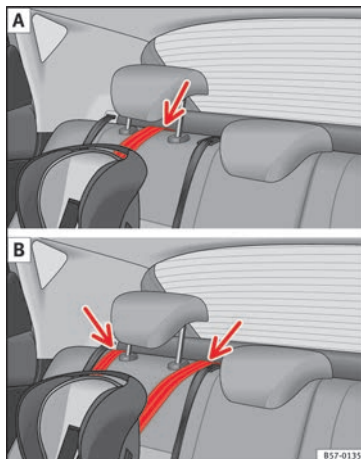

Fig. 34 Sangle de fixation : réglage et montage en fonction de la ceinture Top Tether.
- Placez la courroie sous l'appuie-tête du siège avant » **fig. 34** (en fonction des instructions du siège, relevez ou retirez l'appuie-tête si nécessaire).